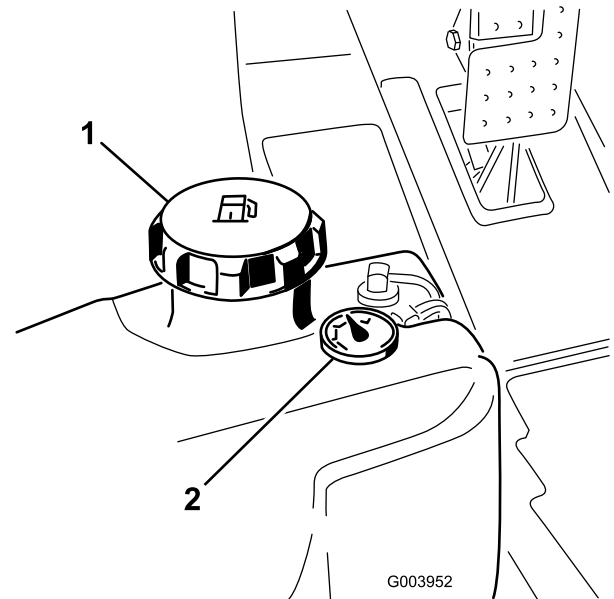

Figura 33
- Rimuovete il tappo dal serbatoio del carburante (Figura 33).